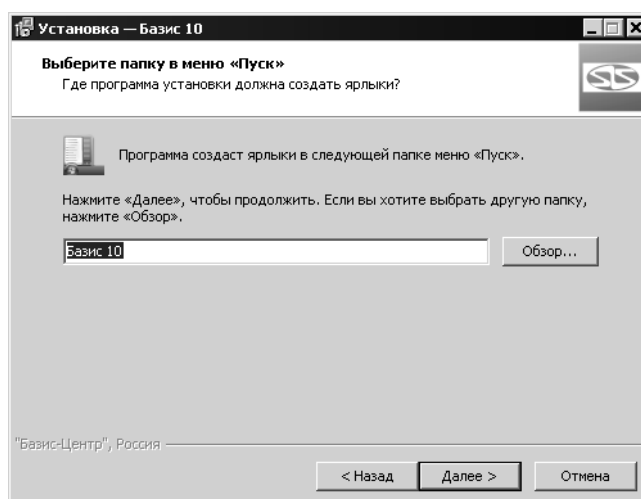

Рис. 3.4.
7. Укажите папку Главного меню Windows, в котором будут созданы ярлыки для запуска модулей (рис. 3.4).